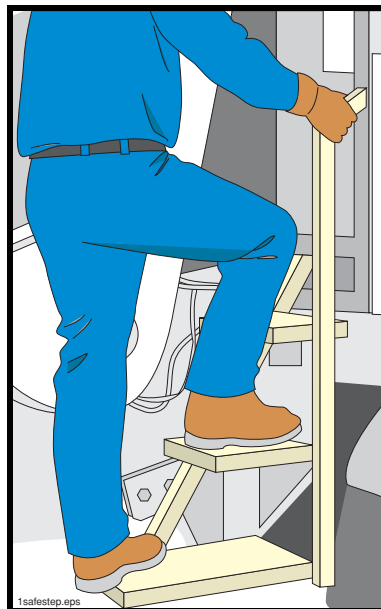

Figura 5
- 3.12** **⚠️ ADVERTENCIA** (Consulte la Figura 5.) Súbase o bájese de la bomba o del camión siguiendo la “*regla de los 3 puntos de apoyo*” (por ejemplo, mantenga EN TODO MOMENTO las dos manos y un pie o una mano y los dos pies en contacto con una superficie firme).